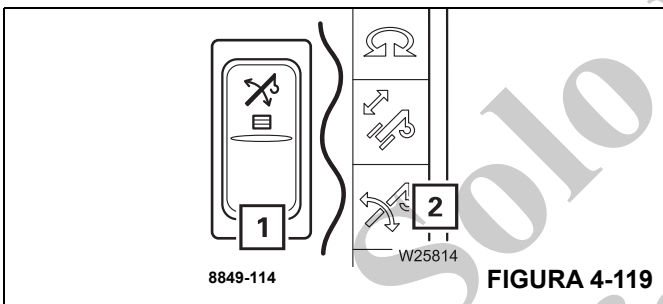

FIGURA 4-119
Presione el botón (1), (Figura 4-119), una vez.
El símbolo (2), (Figura 4-119), se tornará de color rojo si se desactiva el mecanismo de elevación/descenso.